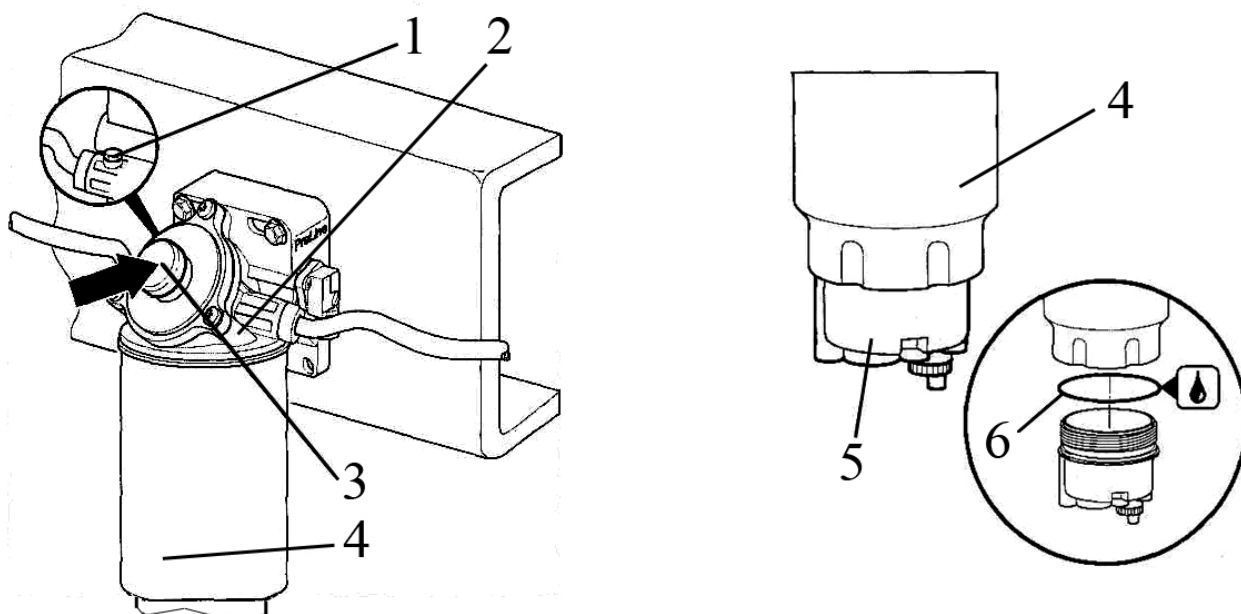

Рисунок 4.6 – Замена фильтрующего элемента топливного фильтра грубой (предварительной) очистки
- вывернуть отработанный фильтрующий элемент 4 (рисунок 4.6) топливного фильтра грубой очистки;